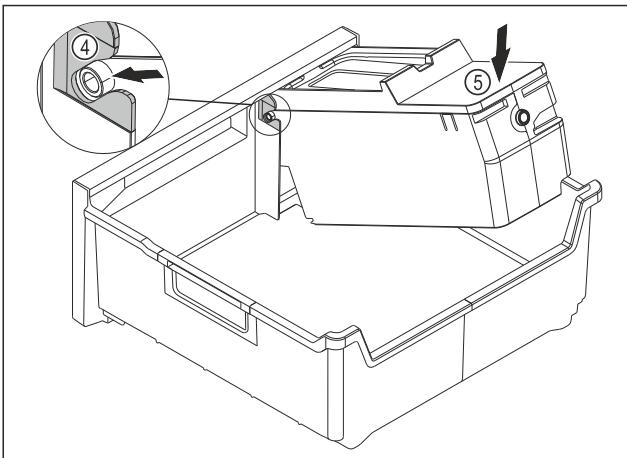

Fig. 145
- Montáž korpusu EasyTwist-Ice: Osi korpusu EasyTwist-Ice zasuňte do vedení Fig. 145 (4).
- Zatlačte korpus EasyTwist-Ice Fig. 145 (5) zozadu smerom nadol.